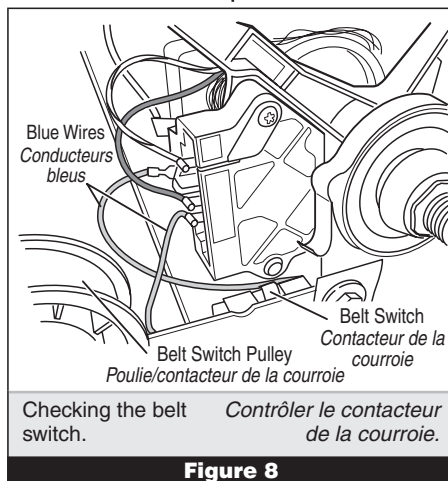

Figure 8
7. Check the belt switch by measuring resistance between the two blue wires, as shown in figure 8, while pushing up the belt switch pulley.
7. Contrôler le contacteur de la courroie : mesurer la résistance entre les deux conducteurs bleus (voir la figure 8) tout en poussant vers le haut l'ensemble poulie/contacteur.